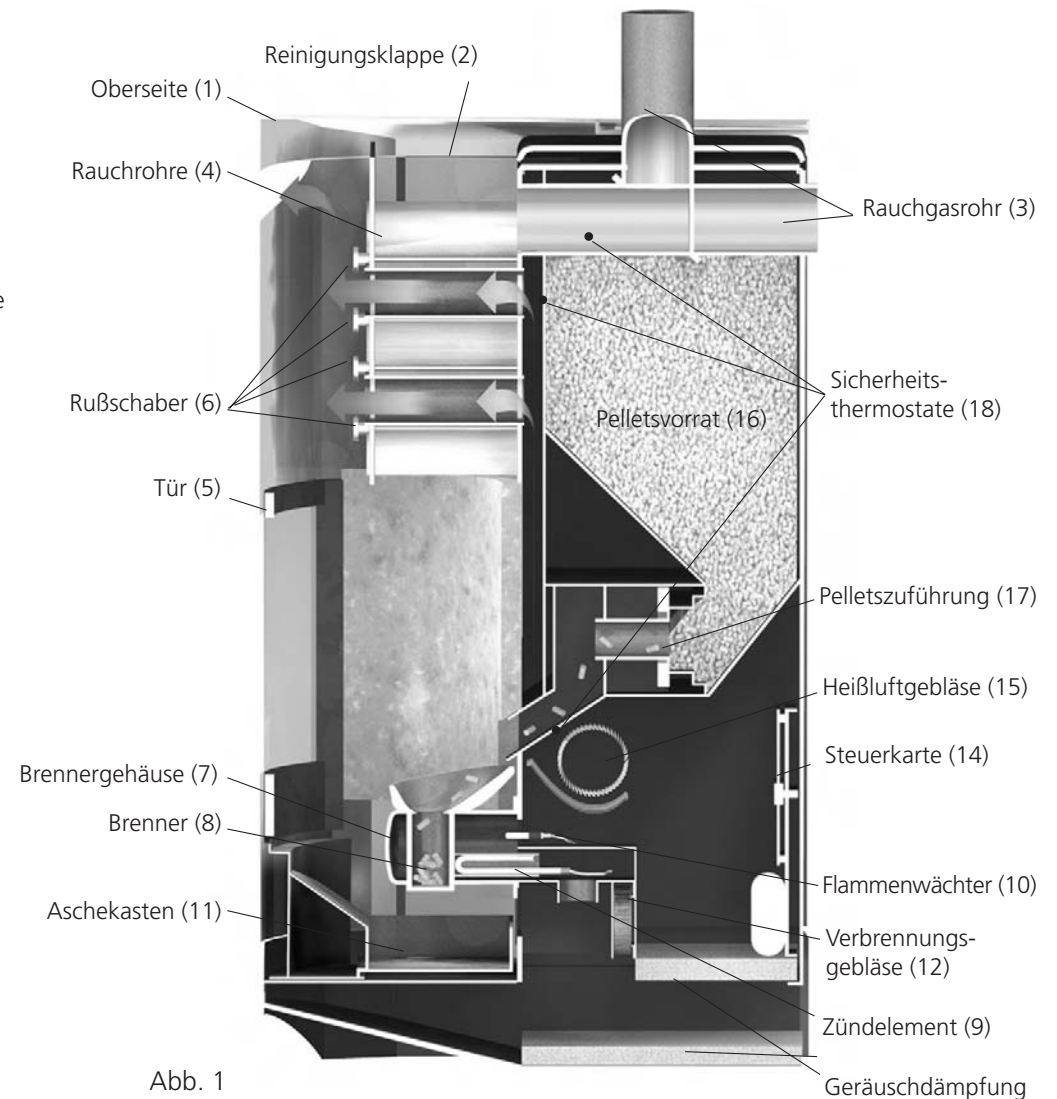

Abb. 1
3. Drei Thermostate sind gemäß Abschnitt 1.2 Komponenten (Abb. 1) positioniert. Wird die maximal zulässige Temperatur überschritten, stoppt die Zuführung, der Kamin wird abgeschaltet und das Display zeigt eine Betriebsunterbrechung an. Dieser Alarm ist mit einem Tastendruck zu bestätigen. Vergessen Sie nicht, die Ursache für die Betriebsunterbrechung zu beheben. Siehe Abschnitt 3.6.1.
4. Ein Flammenwächter für die Flammenerkennung befindet sich im Brennergehäuse (Abb. 1).